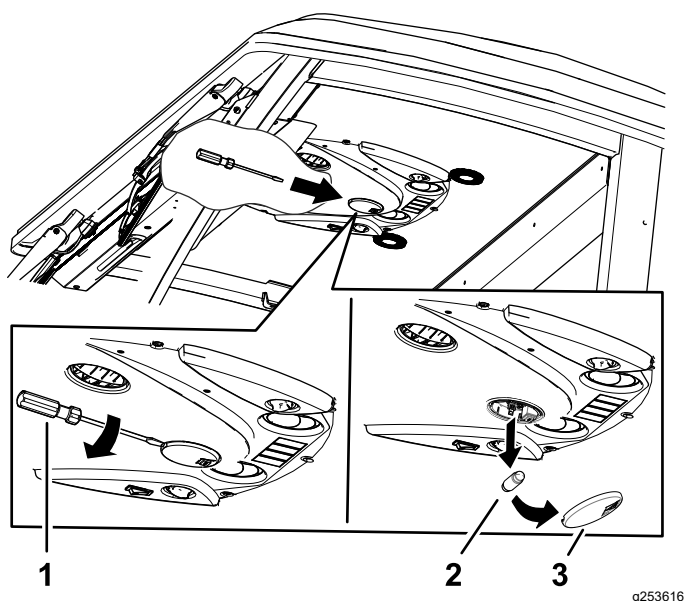

Figure 87
1. Avec un tournevis, enlevez le verre du panneau de commande (Figure 87).
2. Retirez l'ampoule du culot (Figure 87).